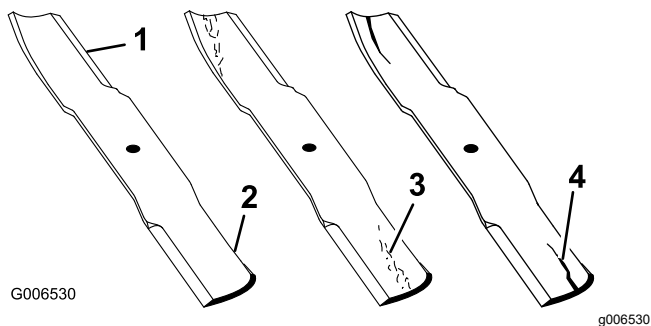

Figura 77
1. Inspeccione los filos de corte (Figura 77).
- Si observa fisuras, desgaste o la formación de una ranura en esta zona, instale de inmediato una cuchilla nueva (Figura 77).